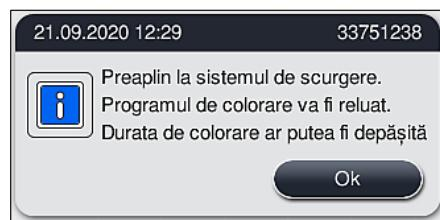

Fig. 123
- ✓ Dacă apa blocată se scurge, un alt mesaj de pe ecran (→ "Fig. 123") îl informează pe utilizator că programele de colorare pot fi continue. Apăsați **Ok** (→ "Fig. 123") pentru a continua.
1. Dacă încercările ulterioare de curățare reușesc și blocajul poate fi eliminat, nivelul apei scade sub nivelul critic. Un mesaj de pe ecran (→ "Fig. 123") informează utilizatorul că programele de colorare pot fi continuante. Apăsați **Ok** (→ "Fig. 123") pentru a continua. Startabilitatea programelor este afișată și programele din proces continuă automat.